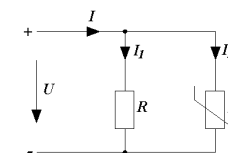

Рисунок 1
4. Определите напряжение  $U$  и токи  $I_1, I_2$  в электрической цепи (см. рис.1), если ток  $I = 0,8$  А,  $R = 20$  Ом. Вольт-амперная характеристика нелинейного элемента задана (см. табл.)